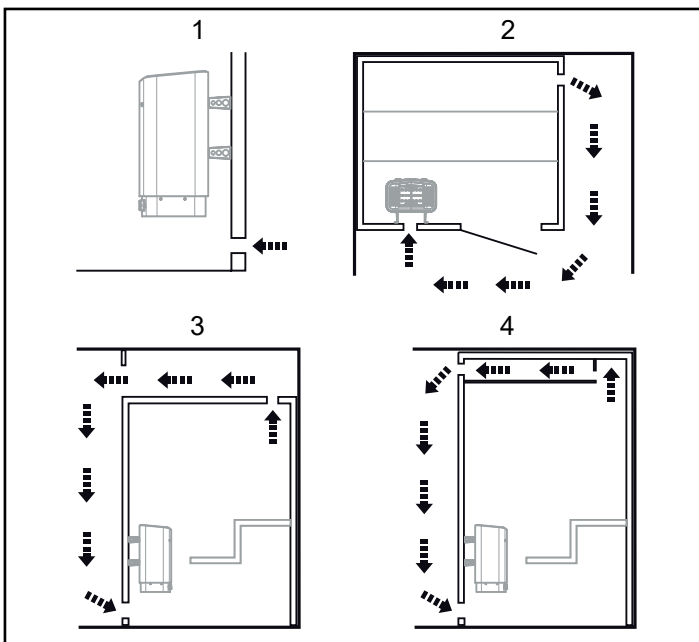

Abb. 7: Position des Zu- und Abluftventils
- Mit größtmöglichem Abstand zum Zuluftventil, z. B. diagonal gegenüber, siehe Abb. 7.
- Oben an der Wand oder an der Decke, siehe Abb. 7.